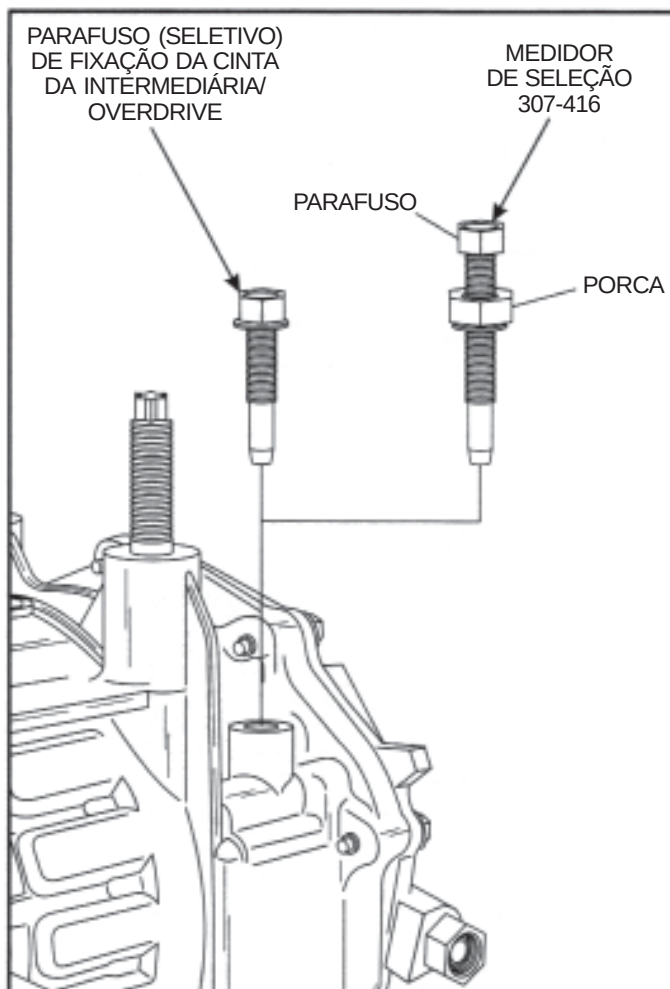

Figura 181
57. Remova o parafuso seletivo de fixação da cinta 2-4, conforme ilustrado na Figura 181, e instale o medidor de seleção do parafuso da cinta 307-416.